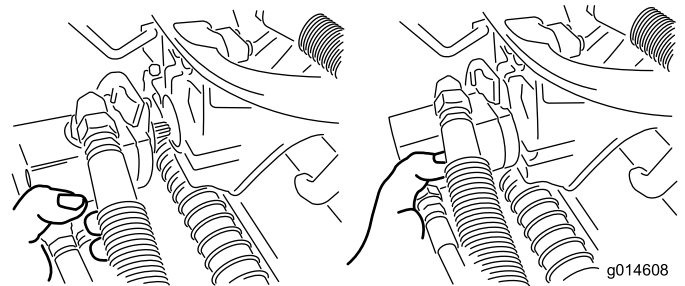

Bild 34
- Legen Sie den Motor am Aufbewahrungsort vorne am Aufhängearm ab (Bild 34).